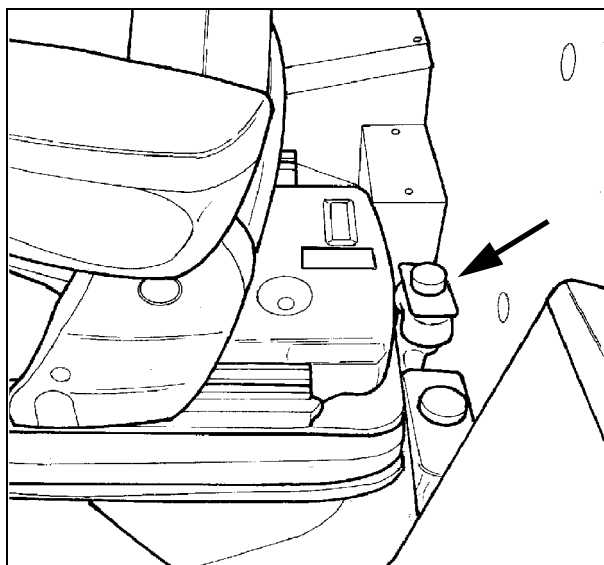

Рис. 13
7. - Уровень тормозной жидкости в баке гидравлического тормоза Рис. 13